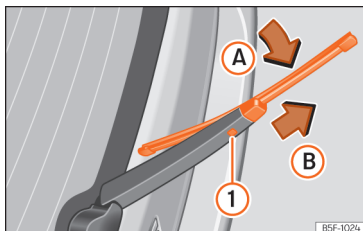

Fig. 41 Substituição da escova do vidro traseiro.
- Rode ligeiramente a escova » **Fig. 41** (seta A).
- Mantenha pressionado o botão de desbloqueio ❶ puxando pela escova no sentido da seta B.
- Introduza uma escova nova no braço limpador para-brisas **com o mesmo comprimento e características**, no sentido contrário à seta B até que encaixe o botão ❶.